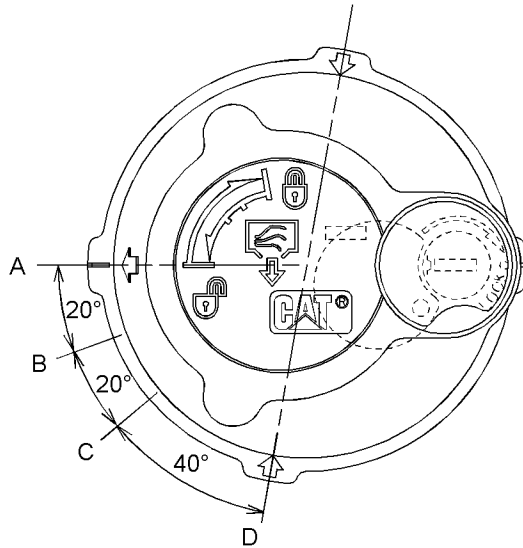

Ilustración 526
6. Suelte la presión que puede haber en el circuito hidráulico de retorno con el siguiente procedimiento. Consulte la Ilustración 526 para ver las posiciones de la tapa del tubo de llenado.
- a. Gire la tapa del tubo de llenado hacia la izquierda, sin aplicar fuerza hacia abajo, y mueva la flecha de la posición (A) a la posición (B).
- b. Suelte la presión durante un mínimo de 45 segundos moviendo la flecha de la posición (B) a la posición (C).
- c. Empuje el centro de la tapa del tubo de llenado hacia abajo. Sin inclinar la tapa del tubo de llenado, mueva la flecha de la posición (C) a la posición (D).
- d. Se alivia la presión del tanque hidráulico. Apriete la tapa del tubo de llenado del tanque hidráulico hasta la posición (A).